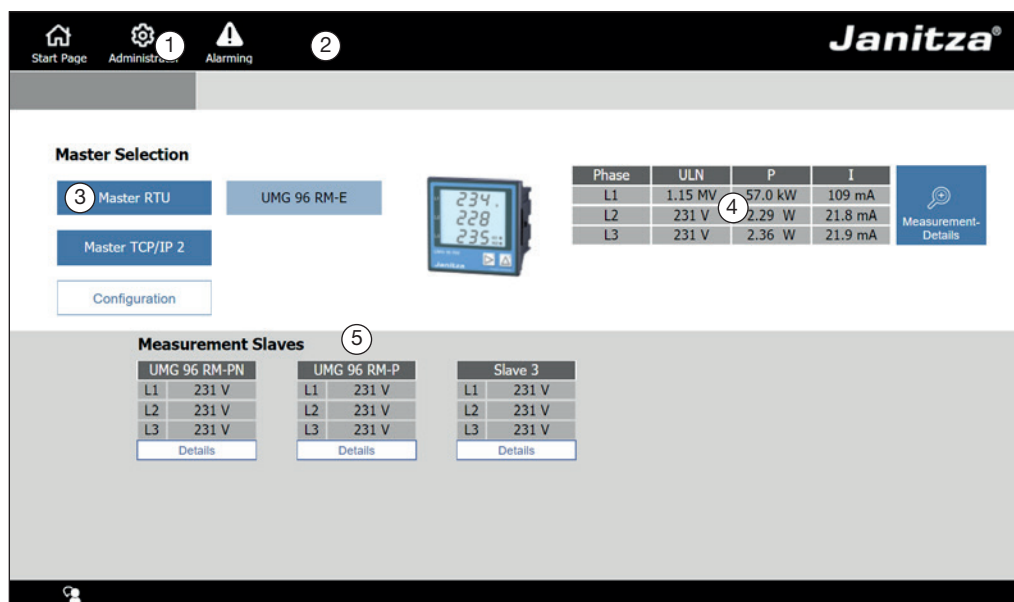

Fig. 09: Start Page (página de inicio)
En la página de inicio (Fig. 09) podrá ver una vista general de todos los aparatos integrados. Esta página tiene la siguiente estructura:
Accederá a la ventana de inicio de sesión a través de *Administration* (ajustes) (Fig. 09 ①) y la pestaña *User Settings* (ajustes del usuario).